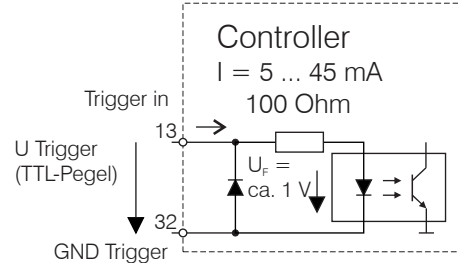

Abb. 30 Triggereingang
- über einen Triggereingang (Pin 13 und Pin 32 der 37-pol. Sub-D Buchse, siehe Abb. 30 oder